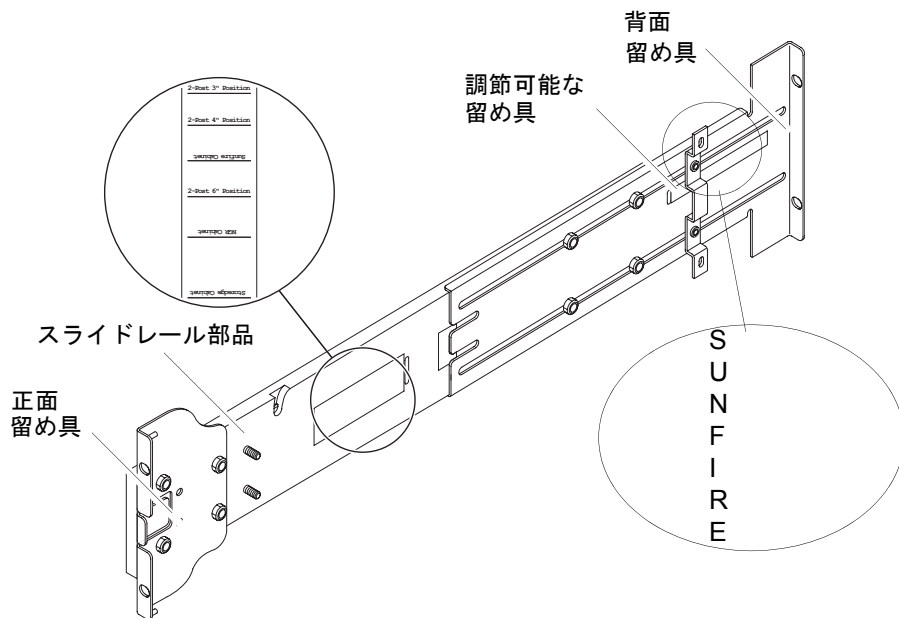

図 1-3 スライドレール部品 (標準構成)
各スライドレール部品は、次の 4 つの部品で構成されます (図 1-3)。
背面留め具または調節可能な留め具の位置を調節して、部品の長さを変更します。スライドレール部品および背面留め具の金属部分には、特定のキャビネット用の留め具の位置が記されています。図 1-3 に、マークの位置を示します。
1. 調節可能な留め具を固定するナットを取り外し、調節可能な留め具を廃棄します (図 1-3)。